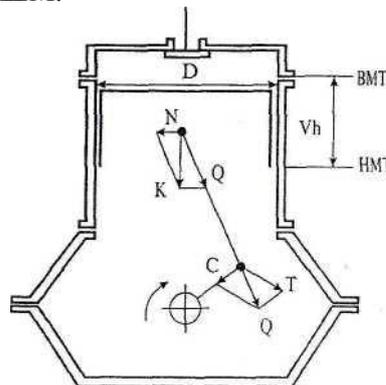

Рис. 1. Схема одноцилиндрового двигателя
Сгорание рабочей смеси в цилиндре сопровождается повышением, температуры и давления газов. Давление газов, воспринимаемое перемещающимся вниз поршнем, можно представить в виде сосредоточенной силы K (рис. 1). Разложим эту силу на две составляющие, одна из которых Q действует вдоль шатуна, а другая прижимает поршень к стенке цилиндра. Сила N вызывает износ внутренней поверхности цилиндра, называемой зеркалом цилиндра, и боковой
1. Вычертить схему одноцилиндрового двигателя внутреннего сгорания. Нанести на схему сосредоточенную силу газов K , разложить эту силу на составляющие N и Q . Уяснить чем воспринимается сила S и что создает сила T (см. рис.1).